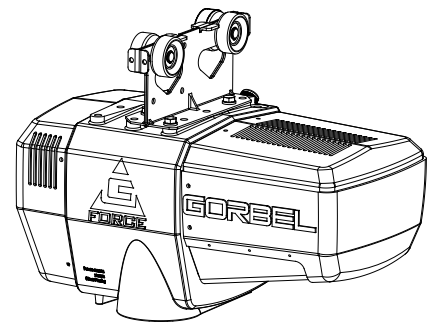

Figure 3A. Ensemble actionneur standard.
- 3.1 Le G-Force^{MD} standard est livré avec des roues prémontées sur le chariot de l'actionneur (**Figure 3A**).